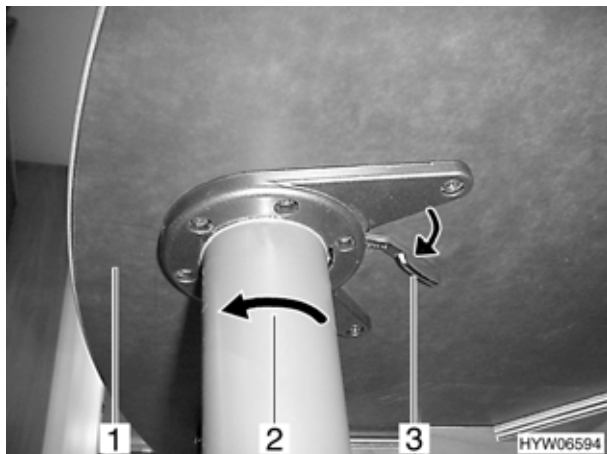

Fig. 3 Tavolo soggiorno, piede del tavolo
- Spingere il chiavistello (Fig. 3,3) in direzione della freccia. Il blocco di sicurezza è aperto.
- Sollevare leggermente il piano del tavolo (Fig. 3,1).
- Girare il piede del tavolo (Fig. 3,2) in senso orario (vedi freccia), fino a poter levare il piede del tavolo.